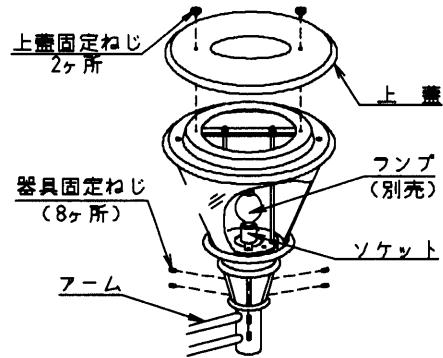

図5
- ① ポールへの固定方法と同様に器具本体をアームに差し込み器具固定ねじ (8ヶ所) で固定してください。 (図5)
- ② 上蓋固定ねじを緩め、上蓋を取り外してください。 (図5)
- ③ ランプ (別売) をソケットにしっかりねじ込んでください。 (図5)